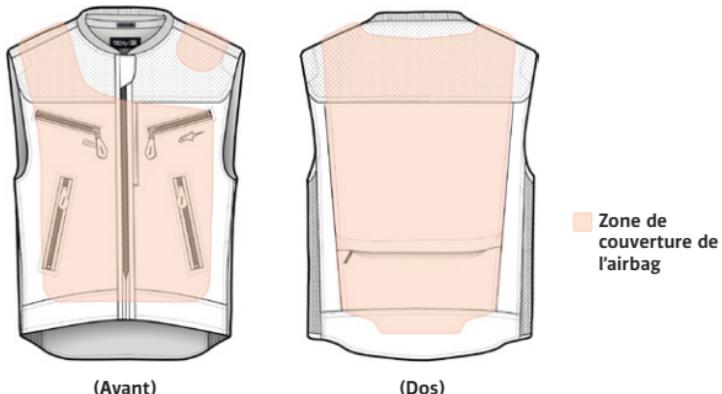

Figure 2: Zone de couverture de l'airbag
Le système est équipé d'une sacoche qui couvre les zones indiquées dans la figure 2, protégeant l'utilisateur (à la fois comme pilote et comme passager) qui porte le système en cas d'accident ou d'autres événements déclencheurs. Notez qu'il y a des limites à la protection qu'il peut fournir, comme expliqué plus loin dans ce manuel de l'utilisateur (voir la section 3.2 et la section 4 "Limites d'utilisation").
**Avertissement !** Le système n'offre qu'une protection limitée contre les forces exercées dans les zones couvertes par l'airbag, comme le montre la figure 2. Il n'est pas garanti que le système empêchera les blessures (y compris les blessures graves ou mortelles) à l'intérieur et/ou à l'extérieur des zones couvertes par l'airbag ou de l'enveloppe de protection.